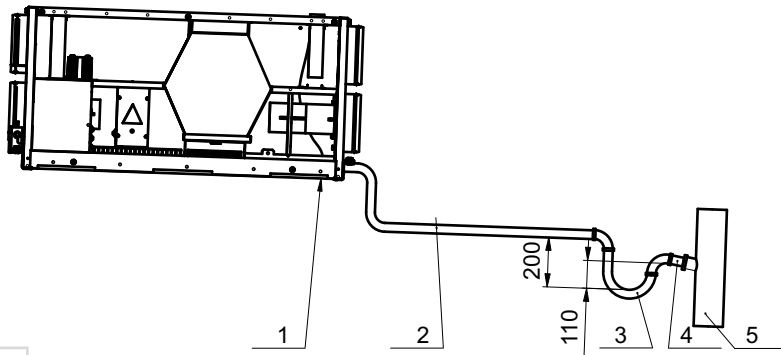

Рис. 6
После монтажа установка должна быть подключена к дренажной системе согласно рис. 6. Установка монтируется с уклоном  $1-2^{\circ}$  в сторону патрубка отвода конденсата. Трубами (металлическими, пластиковыми или резиновыми) соедините патрубок (1), сифон (3) и канализационную систему (5). Трубы (2, 4) должны иметь уклон не менее  $3^{\circ}$  (1 метр трубы должен быть наклонен вниз на 55 мм).